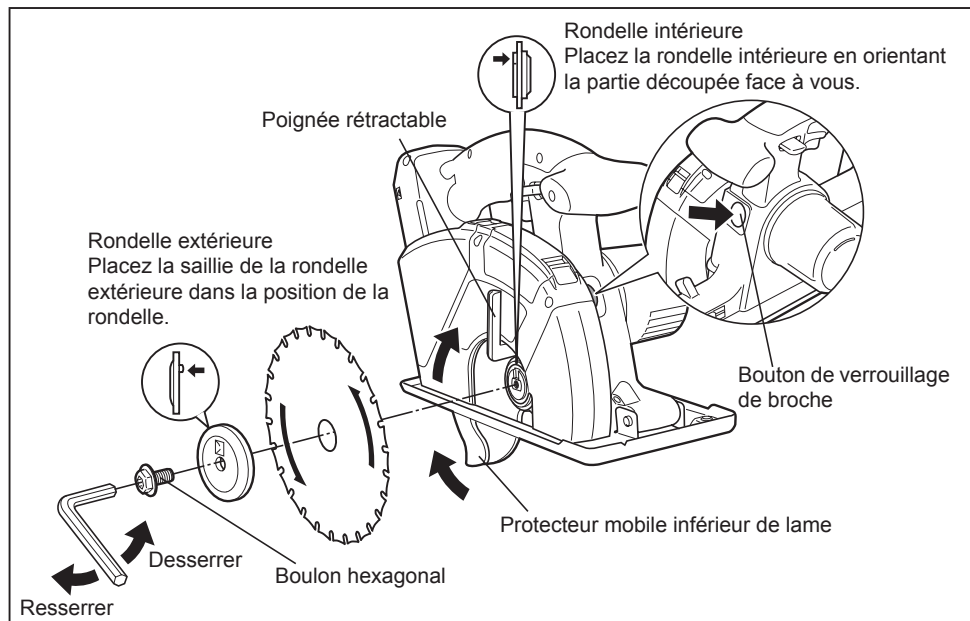

Fig. 6
Vérifier que le boulon d'assemblage à six pans est bien bloqué. (Voir la fig. 6)
4. Remonter la lame de scie en procédant de la façon illustrée sur la figure ci-dessus. (Voir la fig. 6)